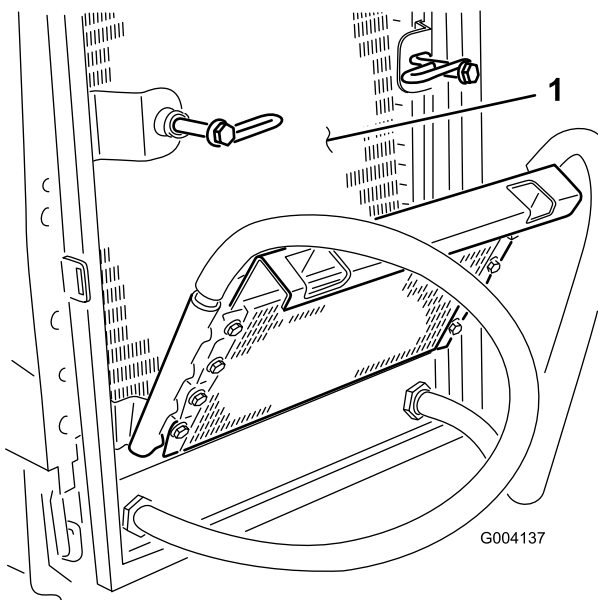

図 50
6. オイルクーラとラジエターの裏表を図 50 圧縮空気で丁寧に清掃する。